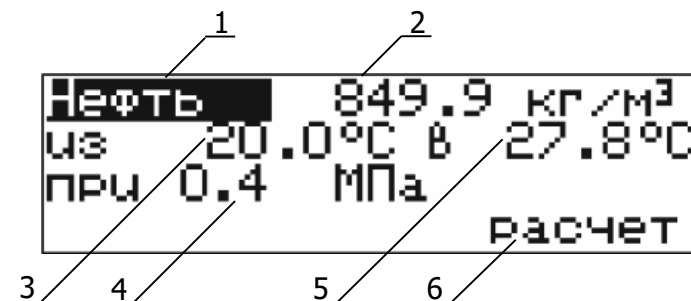

Рисунок 14 — Параметры для расчета приведенной плотности
- перемещая указатель (темный фон) в позиции 1–5 кнопками $\uparrow$, $\downarrow$ (рисунок 14), ввести параметры для расчета приведенной плотности. Для входа в редактирование параметра нажать **ENTER**. Цифровыми кнопками (рисунок 2) ввести новое значение. Неверно введенный символ можно удалить кнопкой $\uparrow$. Ввод отрицательного значения начать с нажатия кнопки **•** (точка);
- 3 - рассчитанная плотность при температуре приведения и избыточном давлении 4 (рисунок 14).